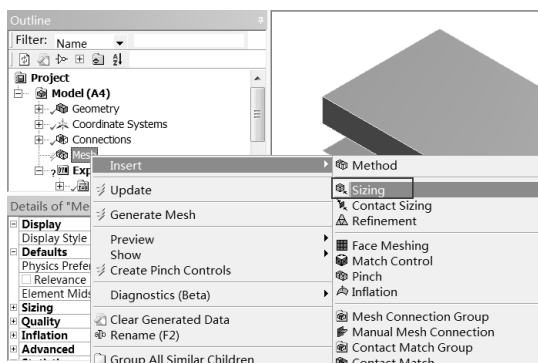

图 11-48 添加网格大小命令
Step3：如图 11-48 所示，右击 Mesh 选项，在弹出的快捷菜单中选择 Insert Sizing 命令。